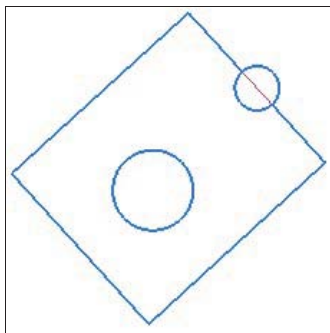

Рис. 7.3. Созданный контур
- ♦ для фиксации контура нажмите кнопку **Создать объект**. Контур будет отрисован линией *Основная* (рис. 7.3).